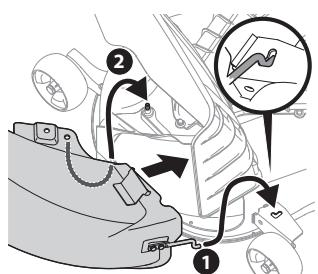

Figura 25
4. Inserte la varilla de montaje del canal de la embolsadora (1) en el orificio que se encuentra en el montaje de la rueda de la plataforma, como se ilustra en el recuadro de la Figura 25.
5. Pivotee el canal de la embolsadora hacia atrás hasta que el orificio en el codo del canal de la embolsadora se alinee con el pasador del adaptador del canal de la bolsa. Mueva el canal de la embolsadora para abajo hacia ese pasador, como se ilustra en el número 2 de la Figura 25.